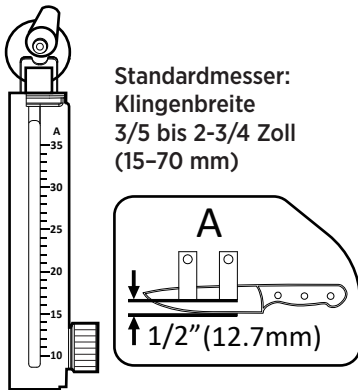

Fig. 6
**1. Standardmesser:** Für Klingen mit einer Breite von 3/5 bis 2-3/4 Zoll (15-70 mm) verwenden Sie die A-Montageposition, wie auf dem Basisschild angegeben. Der Schleifwinkelbereich beträgt 10°-35° (Siehe Fig. 6).